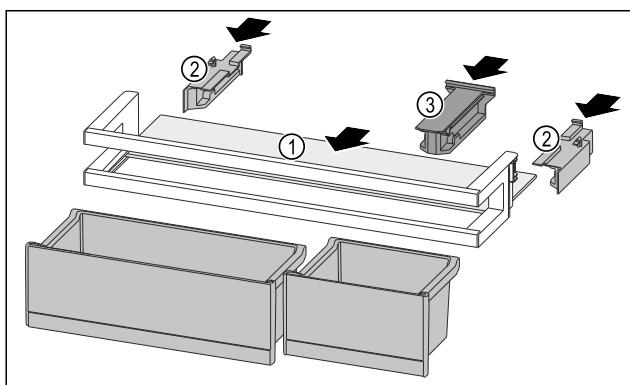

Fig. 226
- ▶ Umetnite policu Fig. 226 (1) u bočna udubljenja.
- ▶ Umetnite bočne dijelove Fig. 226 (2).
- ▶ Umetnite pridržni dio Fig. 226 (3).